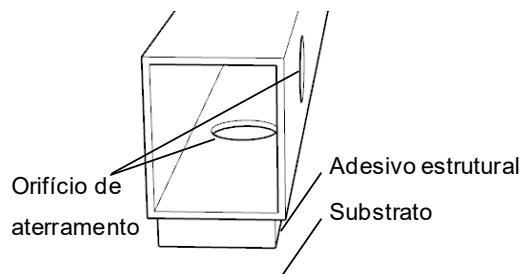
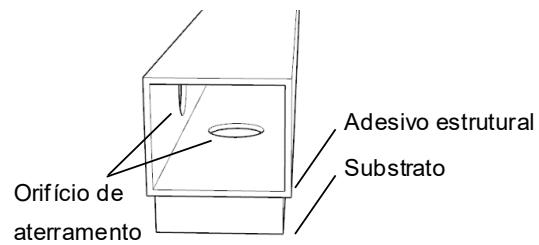
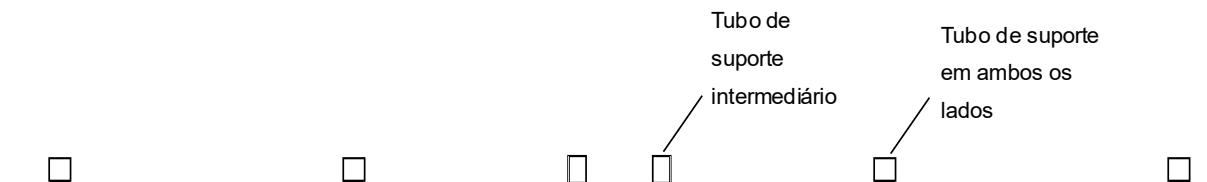

Figura 13
Figura 14
Figura 15
⑤ Há um orifício de aterramento no tubo de suporte, e um lado do orifício de aterramento não deve ficar voltado para a parte traseira do produto para evitar que as rebarbas no orifício de aterramento arranhem e perfurem a parte traseira do produto. Os dois tubos de suporte no meio (como mostrado na Figura 13) são erguidos e instalados em uma altura de instalação mais alta, e os outros tubos de suporte em ambos os lados (como mostrado na Figura 14) são instalados de forma plana e em uma altura mais baixa, como mostrado abaixo (como mostrado na Figura 15).